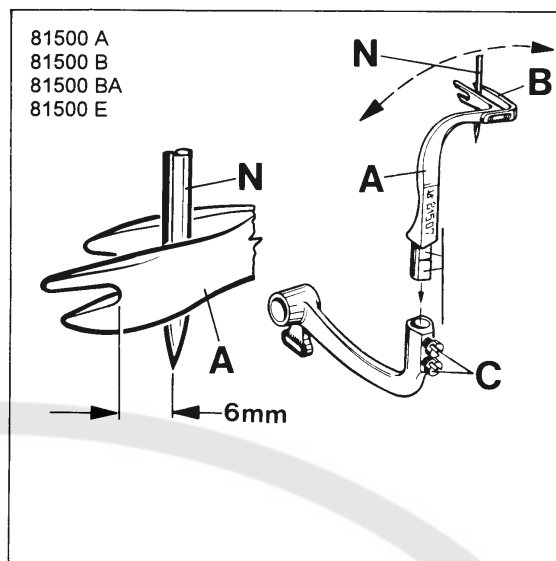

Fig. 11
Before inserting a new upper spreader (A, Fig. 11) remove thread hook (B). This facilitates the visual check of the adjustment.
For adjustment of spreader (A, Fig. 11) with respect to the needle (N), the shank of spreader (A) has two offset flats.
First snug one screw (C, Fig. 11) on the flat of the spreader shank with which the following position of the spreader is reached:
When rotating the handwheel in sewing direction, spreader (A, Fig. 11 A) should pass with its face (D) as close as possible to the front of needle (N), without contacting it. Now tighten the second screw (C, Fig. 11) firmly.
In the extreme left upper end position of spreader (A, Fig. 11) the distance between the bottom of the forked cut-out and the center of needle (N) should be 6 mm (15/64 in.)
Remount thread hook (B, Fig. 11) on spreader (A) and set it so that its tip passes close behind the needle without contacting it (see Fig. 11 A).
Bevor Sie einen neuen oberen Blindgreifer (A, Fig. 11) einsetzen entfernen Sie den Fadenhaken (B). Dies erleichtert die visuelle Prüfung der Einstellung.
Zum Einstellen des Blindgreifers (A, Fig. 11) im Bezug zur Nadel (N) hat der Schaft des Blindgreifers (A) zwei versetzte Befestigungsflächen.
Legen Sie zuerst eine Schraube (C, Fig. 11) auf der Fläche des Blindgreifers an, mit der Sie folgende Stellung des Blindgreifers erhalten:
Beim Drehen des Handrades in Nährichtung muß der Blindgreifer (A, Fig. 11 A) mit seiner Stirnfläche (D) dicht an der Vorderseite der Nadel (N) vorbeigehen, ohne diese zu berühren. Ziehen Sie nun die zweite Schraube (C, Fig. 11) gut an.
In der äußerst linken oberen Endstellung des Blindgreifers (A, Fig. 11) muß der Abstand zwischen der tiefsten Stelle des gabelförmigen Einschnittes und der Nadelmitte (N) 6 mm betragen.
Montieren Sie den Fadenhaken (B, Fig. 11) wieder an den Blindgreifer (A) und stellen Sie ihn so, daß seine Spitze dicht hinter der Nadel vorbeigeht, ohne diese zu berühren (siehe Fig. 11 A).
Preliminary mount the upper looper (A, Fig. 11 B) and the thread hook (B) to the looper shank (S) so that the distance (T) between upper looper and thread hook is as big as possible.
For adjustment of upper looper (A, Fig. 11 B) with respect to the needle (N) the looper shank (S) has two offset flats.
First snug one screw (C, Fig. 11 B) on the flat of looper shank (S) with which the following position of the upper looper is reached:
When rotating the handwheel in operating direction, upper looper (A, Fig. 11 C) should pass with its face (D) as close as possible to the front of needle (N), without contacting it. Now tighten the second screw (C, Fig. 11 B) firmly.
For precise adjustment of upper looper (A, Fig. 11 C) with respect to the needle (N) loosen screws (U) and set the upper looper (A) accordingly.
Simultaneously set the thread hook (B, Fig. 11 C) so that its tip passes close behind the needle (N) without contacting it. Retighten the two screws (U).
Montieren Sie den Obergreifer (A, Fig. 11 B) und den Fadenhaken (B) vorl ufig so an den Greiferschaft (S), da  der Abstand (T) zwischen Obergreifer und Fadenhaken so gro  wie m glich ist.
Zum Einstellen des Obergreifers (A, Fig. 11 B) im Bezug zur Nadel (N) hat der Greiferschaft (S) zwei versetzte Befestigungsfl chen.
Legen Sie zuerst eine Schraube (C, Fig. 11 B) auf der Fl che des Greiferschaftes (S) an mit der Sie folgende Stellung des Obergreifers erhalten:
Beim Drehen des Handrades in N hrichtung mu  der Obergreifer (A, Fig. 11 C) mit seiner Stirnfl che (D) dicht an der Vorderseite der Nadel (N) vorbeigehen, ohne diese zu ber hren. Ziehen Sie nun die zweite Schraube (C, Fig. 11 B) fest.
Zur Feineinstellung des Obergreifers (A, Fig. 11 C) im Bezug zur Nadel (N) l sen Sie die Schrauben (U) und stellen den Obergreifer (A) entsprechend.
Stellen Sie gleichzeitig den Fadenhaken (B, Fig. 11 C) so, da  seine Spitze dicht hinter der Nadel (N) vorbeigeht, ohne diese zu ber hren. Ziehen Sie die zwei Schrauben (U) wieder an.
In the extreme left upper end position of upper looper (A, Fig. 11 B), the distance between the left edge of looper eye and the center of needle (N) should be 6 mm (15/64 in.)
In der äußerst linken oberen Endstellung des Obergreifers (A, Fig. 11 B) muß der Abstand zwischen der linken Kante des Greiferöhres und der Nadelmittle (N) 6 mm betragen.